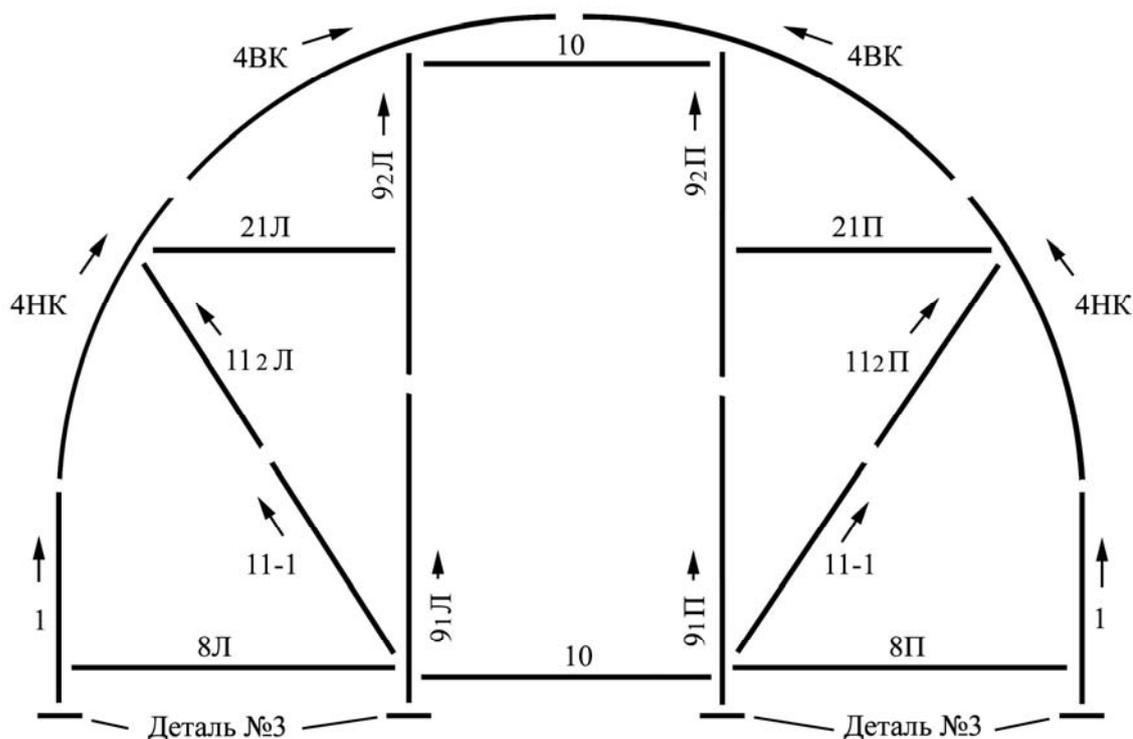

Рис. 17 Расположение деталей торцевой стенки (вид снаружи)
2. Первоначально надо сделать шаблон покрытия. Для этого соберите половину торца из деталей дуг **4ВК**, **4НК** и прямолинейных деталей **№1**, **8Л**, **11-1**, **11-2Л**, **21Л**, **9-1Л**, **9-2Л** (расположение деталей показано на рис.17). Для получения шаблона (рис.18) приложите половину торца на панель сотового поликарбоната – край панели строго совмещается с наружными краями деталей **9-1Л**, **9-2Л**. Очертите с припуском 1-2 см по деталям **№1**, **4ВК** и **4НК** и вырежьте шаблон.